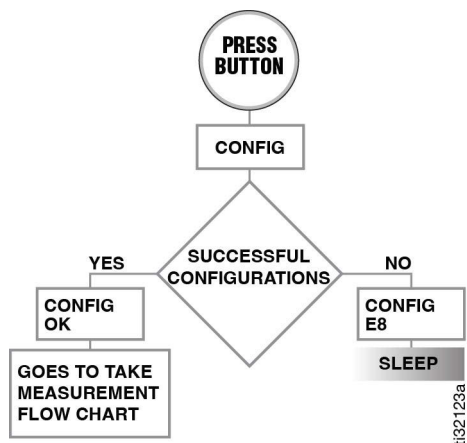

FIG. 4
1. Premere nuovamente il tasto del display (A) per configurare il TLM con un nuovo profilo.
2. Il display visualizza CONFIG OK, come illustrato nella FIG. 4, pagina 6, dopo che il TLM è stato configurato con il nuovo profilo.
Se il TLM non è stato configurato con un nuovo profilo dal software Pulse, viene visualizzato il messaggio di errore CONFIG E8 (Punto 22FIG. 4).